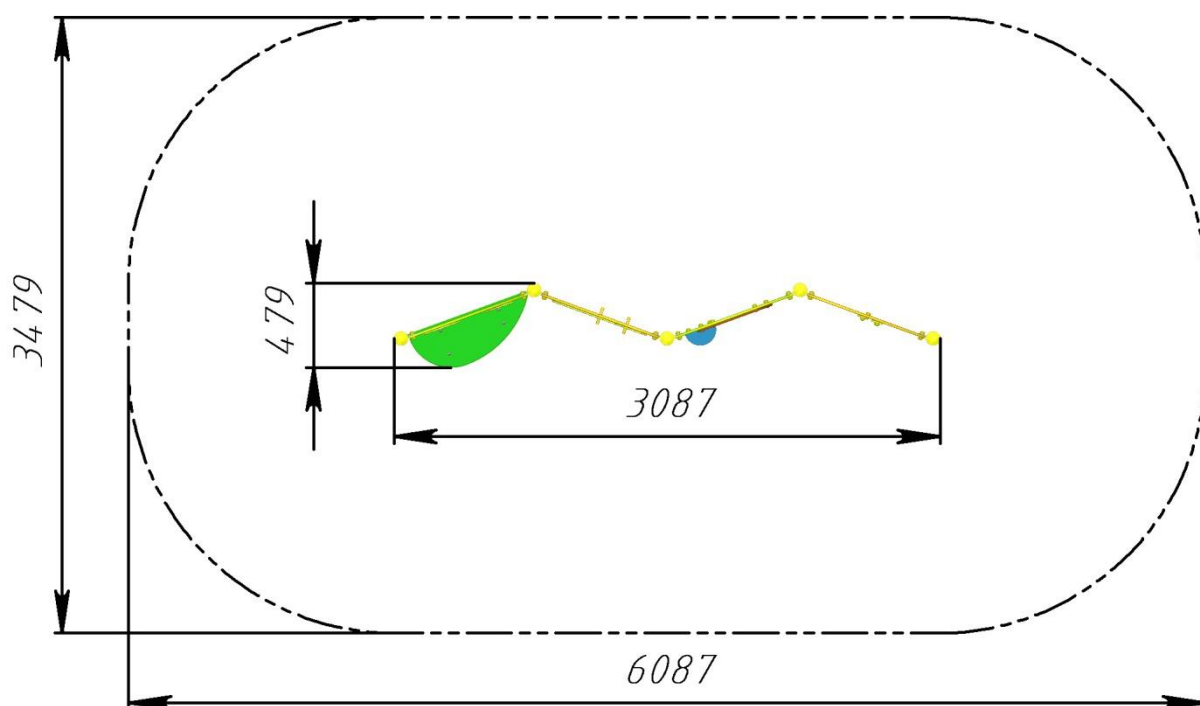

Рис.2 Безопасная зона приземления Панно интерактивного РТР 040-02
12.4. Монтаж панно проводится на ровной площадке, свободной от насаждений. Размер площадки должен обеспечить безопасную зону приземления вокруг панно в соответствии с рис. 2.